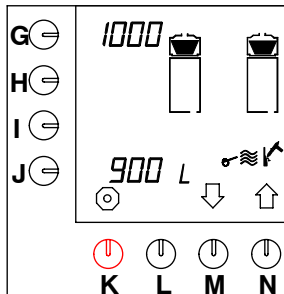

Fig. 53 Segnale di disincrostazione dell'impianto del caffè
- Il segnale di disincrostazione per tutti i tipi di macchine per la preparazione di caffè è impostato sempre su 1000 litri; vedere la posizione accanto al tasto di selezione (G.) nella fig. 53 .
- Premere il tasto di selezione (M.)↓ fino a che sullo schermo viene visualizzato quanto illustrato nella fig. 53 .